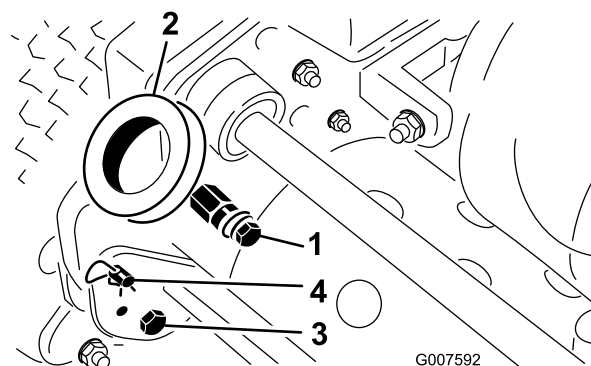

Figura 2
1. Retire el perno, la arandela y la arandela de freno del pasador de montaje en cada lado del cortacésped (Figura 2).
2. Retire los pernos y las contratuercas que sujetan la parte inferior de los brazos del manillar a cada lado del cortacésped (Figura 2).
3. Retire los pasadores de horquilla y los pasadores de anilla que fijan los brazos del manillar a la parte de atrás del bastidor (Figura 2).
- Introduzca los extremos del manillar por los taladros de los brazos del manillar y alinee los taladros con los pasadores de montaje (Figura 2).
- Retire los pasadores de horquilla de los pasadores de anilla en cada lado del cortacésped (Figura 2).
- Sujetando el manillar, retire los pasadores de anilla de cada lado y suba o baje el manillar a la posición de operación deseada (Figura 2).